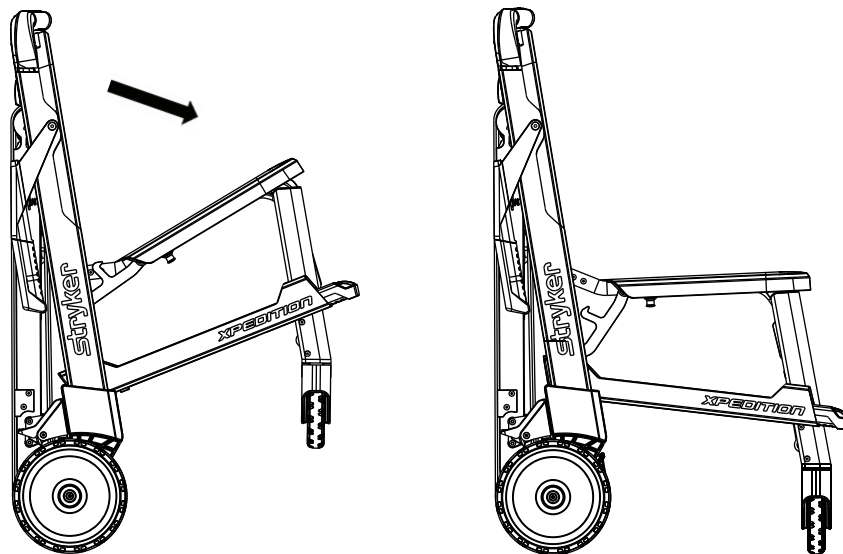

Abbildung 8 – Ausklappen des Stuhls
3. Den Sitz nach unten ziehen (Abbildung 8).